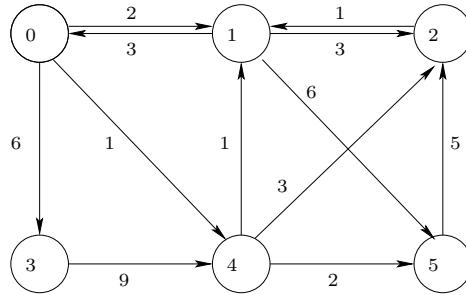

Figura 6.7: Grafo di partenza (esercizio 6.14)
**Esercizio 6.14.** ■ Dato il grafo orientato  $G = (V, E)$  rappresentato in figura 6.7, indichiamo con  $E_{T_i}$ ,  $i \in V$ , l'insieme degli archi che costituiscono l'albero dei cammini minimi dal nodo  $i$  a tutti gli altri nodi del grafo.